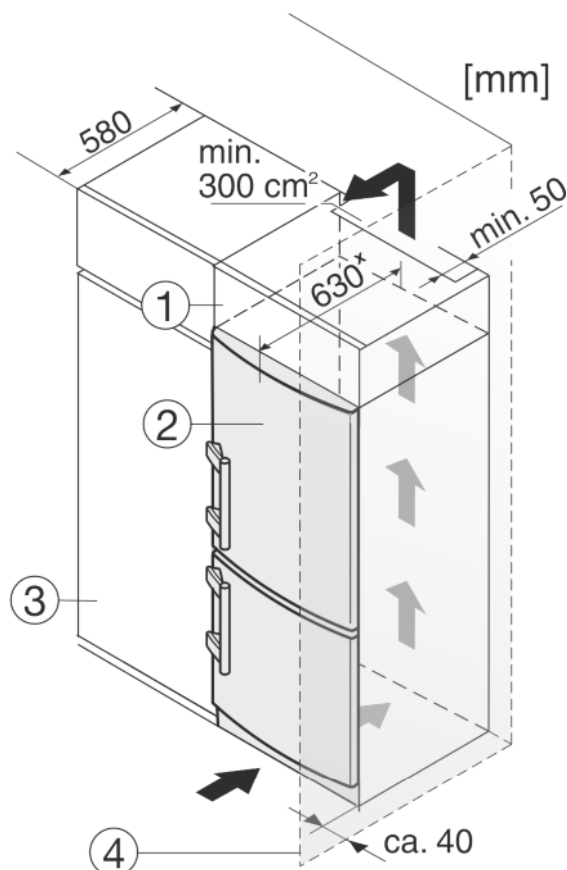

Fig. 9
- (1) Nástavbová skříň (3) Kuchyňská skříň
(2) Spotřebič (4) Stěna
Zařízení lze zabudovat do vybavení kuchyně. K vyrovnaní přístroje Fig. 9 (2) na výšku kuchyňské linky lze na přístroj nasadit odpovídající nástavec Fig. 9 (1).
Při montáži do kuchyňských skříní (hloubka max. 580 mm) lze přístroj instalovat hned vedle kuchyňské skříně Fig. 9 (3). Přístroj přesahuje přední stěnu kuchyňské skříně na stranách o 34 mm* a uprostřed o 50 mm*.
Když se přístroj instaluje závěsy vedle stěny Fig. 9 (4), musí být vzdálenost přístroje od stěny alespoň 40 mm. To odpovídá přesahu madla při otevřených dveřích.